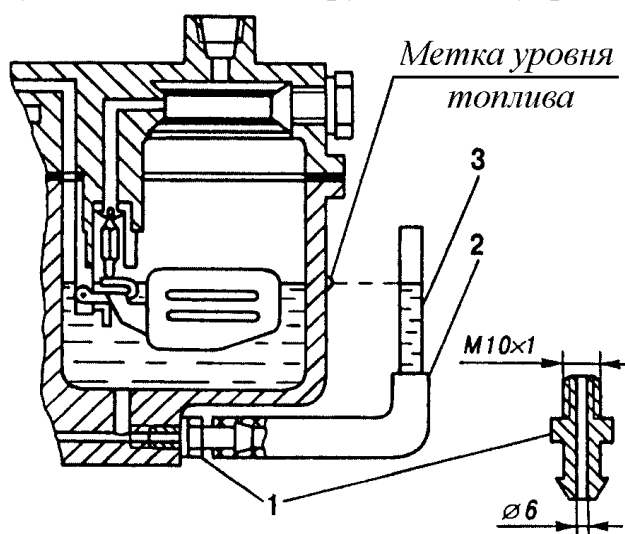

Рис.25. Схема проверки уровня топлива в поплавковой камере:
2) Ввернуть вместо сливной пробки штуцер 1 (рис.25) и подсоединить к нему резиновую трубку 2 со стеклянной трубкой 3 внутренним диаметром 9 мм.